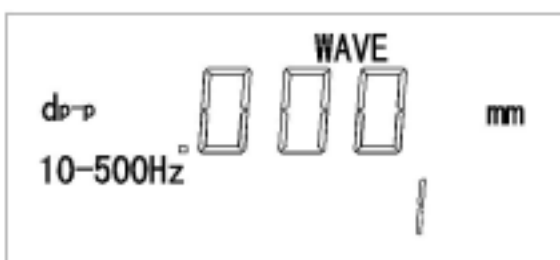

图 3-8
5. 再一次按 RUN/STOP 键,进入保持(即待机)状态,这时的显示数值为按键前最后一次测量值,此时该结果已存入当前点号所对应的存储单元,大约两秒钟后点号自动加一,屏幕上显示的是加一以后的点号所对应存储单元中的数值,见图 3-8;